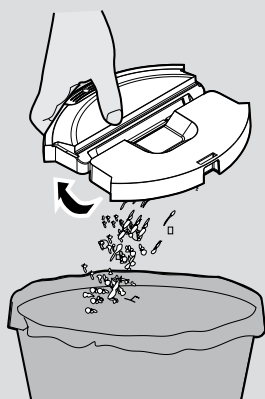
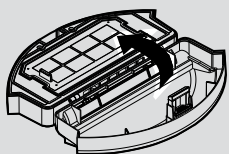

Fig. 8
Fig. 9
3. Videz le réservoir dans une poubelle. [Fig. 8]
2. Videz le réservoir. [Fig. 8] Ouvrez le réservoir, retirez la maille du filtre avec le filtre ensemble, puis retirez le filtre EPA de la maille du filtre et nettoyez-les séparément. Le montage se fait dans l'ordre inverse ; assurez-vous que le filtre est monté correctement. [Fig. 9]